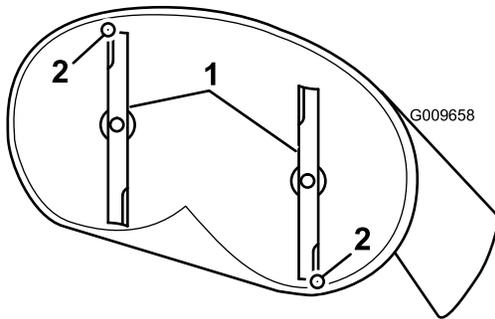
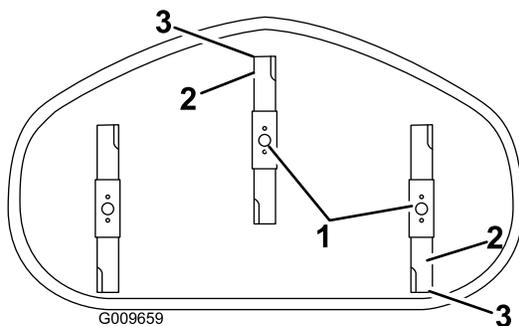

Figure 63
Figure 64
- Faites pivoter les lames avec précaution pour faire passer les pointes avant à l'arrière (Figure 63 et Figure 64).
- Mesurez la distance entre la pointe de la lame avant et la pointe de la lame arrière par rapport à la surface plane (Figure 63 et Figure 64).
- Une fois le réglage effectué, vérifiez à nouveau l'inclinaison avant/arrière de la lame; continuez d'ajuster l'écrou jusqu'à ce que la pointe avant de la lame soit de 1,6 à 8 mm (1/16 à 5/16 po) plus basse que la pointe arrière (Figure 63 et Figure 64).